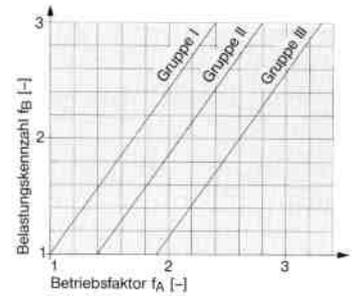

Bild 29
- fA [-] = Betriebsfaktor (Bild 29)
Der Betriebsfaktor fA, Bild 29, ergibt sich aus dem Aufbau des Antriebs, eingeteilt in drei Gruppen und der Belastungskennzahl fB aus Tabelle 1, Seite 10.
Betriebsfaktor  $f_A = 1,70$  (Bild 29)